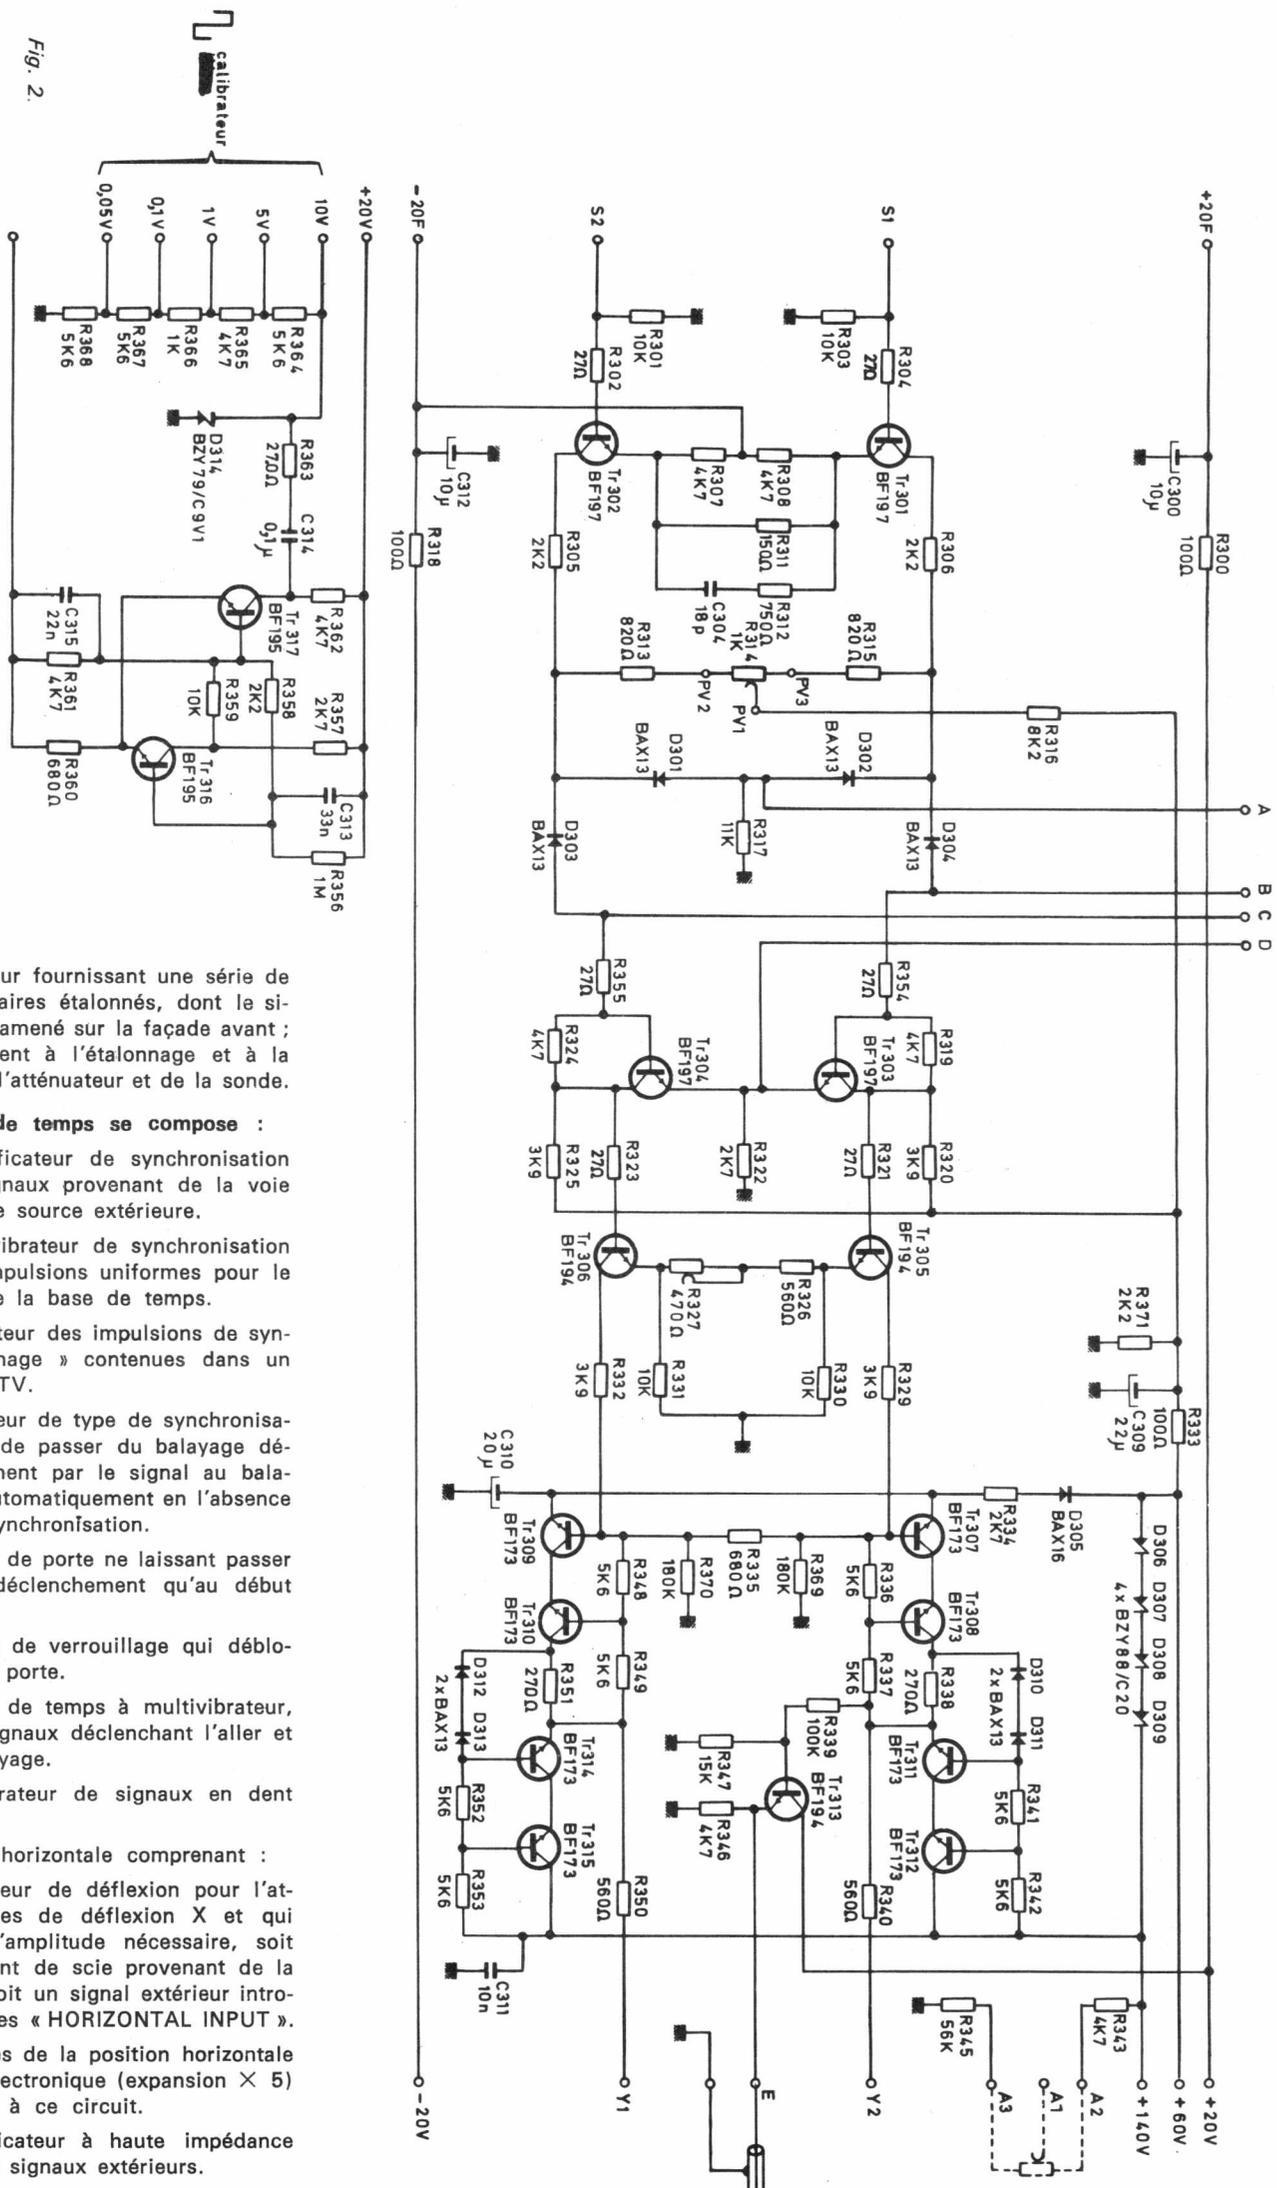

Fig. 2.
1. — AMPLIFICATEUR VERTICAL : (fig. 2).